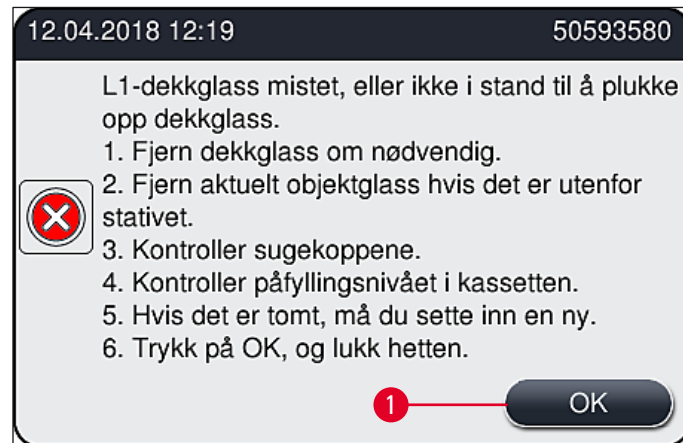

Fig. 109
Hvis **Pick&Place-modulen** mister et dekkglass under transport til objektglasset, eller hvis **Pick&Place-modulen** ikke kan fjerne et dekkglass fra dekkglasskassetten etter 3 forsøk, underrettes brukeren om dette via en feilmelding (→ Fig. 109).
- ① Hvis denne meldingen (→ Fig. 109) vises, må brukeren først kontrollere om et dekkglass er mistet under transport til objektglasset, eller om **Pick&Place-modulen** ikke kunne ta et nytt dekkglass fra dekkglasskassetten.